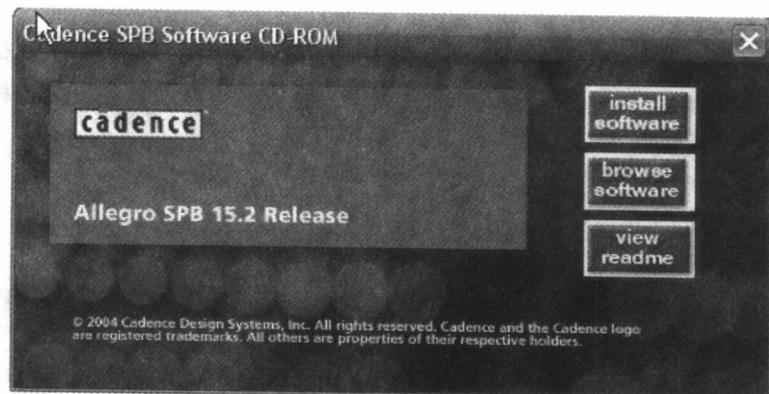
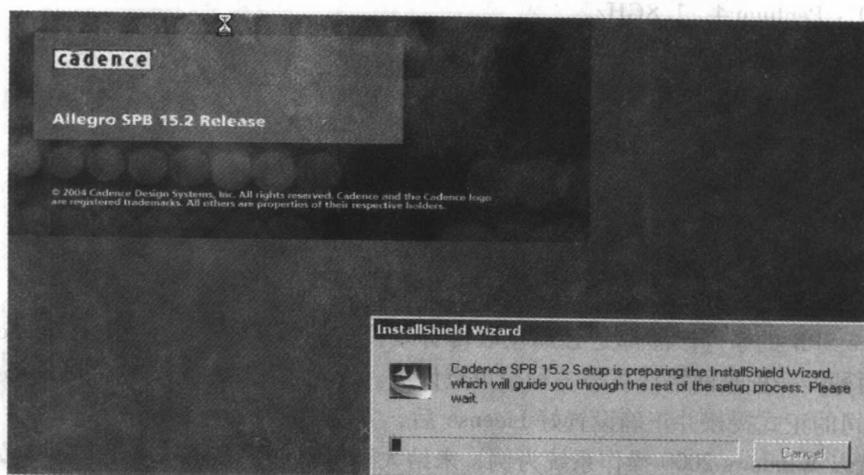

图 2-1 Cadence SPB 自动运行对话框
图 2-2 安装向导对话框
- 1) 首先，将“Disk1”光盘放入光驱。一般情况下，软件会自动运行，弹出如图 2-1 所示的对话框。如果软件没有自动运行，可以打开光盘然后双击 setup.exe 文件，会弹出图 2-2 所示的对话框开始安装软件。
对图 2-1 中各按钮的描述如下：
- install software**：单击此按钮开始安装软件，将弹出图 2-2 所示的对话框。
- 2) 图 2-2 所示的安装向导对话框提示将要开始安装，等待一段时间后开始安装软件。